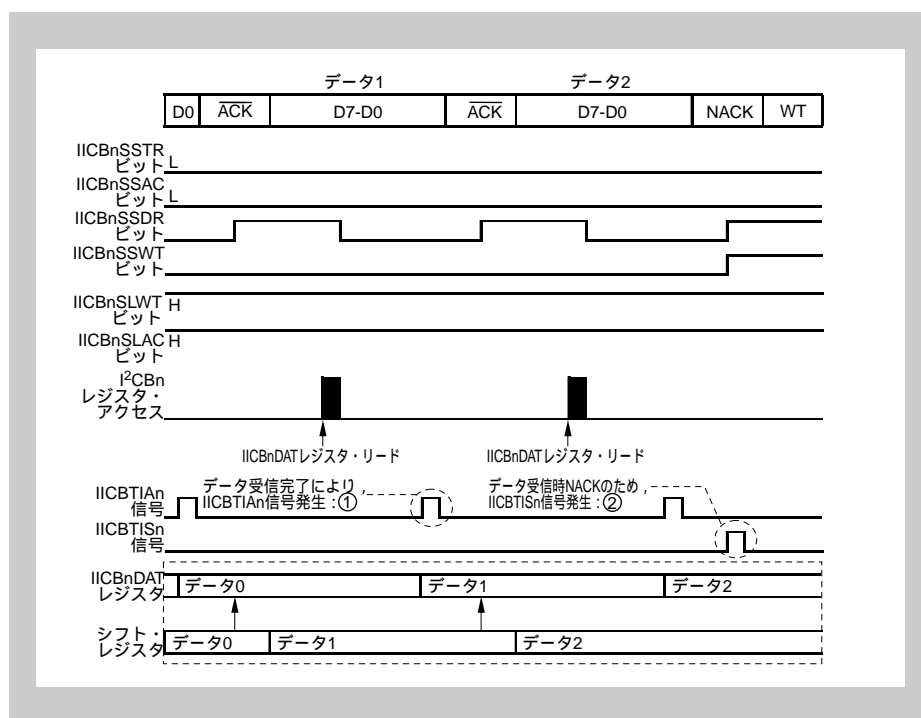

図 30-12 IICBTIA_n 信号発生タイミング (受信, 連続転送モード)
受信データをシフト・レジスタから IICBnDAT レジスタへデータの格納を行ったとき (図 30-12 の①のタイミング)。